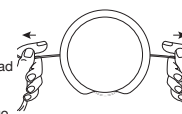

Fig. 18
3. Tire de los extremos asegurándose de que tengan el mismo largo y que la mitad de la línea quede en el centro entre los orificios de inserción (Fig. 18).